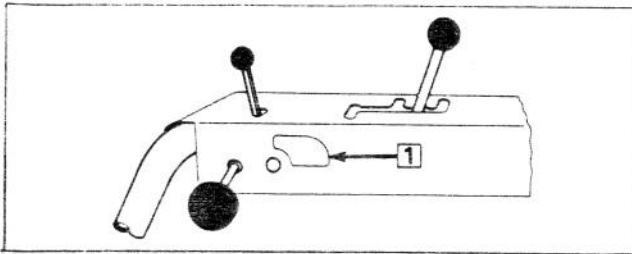

Figure 9
19. Collez le décalque sur le tableau de commande autour de l'ouverture pour le commutateur (Fig. 9).